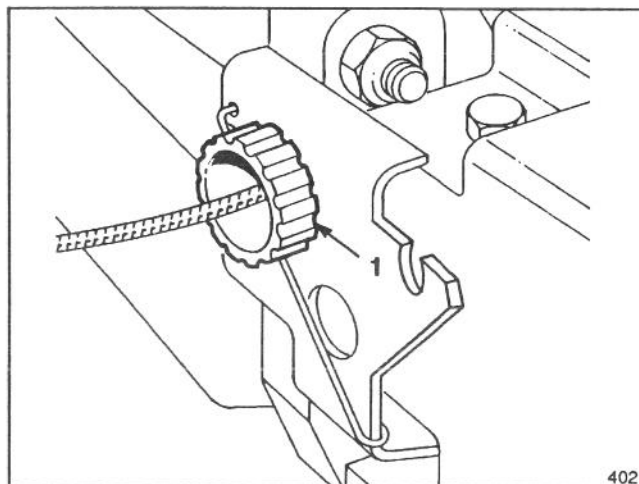

Abb. 23
2. EINSTELLUNG (Abb. 23) – Drehen Sie den Einstellknopf um eine halbe Umdrehung im Uhrzeigersinn, falls der Mäher sich nicht selbst antreibt. Falls der Mäher sich langsam nach vorne bewegt, drehen Sie den Knopf eine halbe Umdrehung gegen den Uhrzeigersinn, um den Riemen zu lockern.